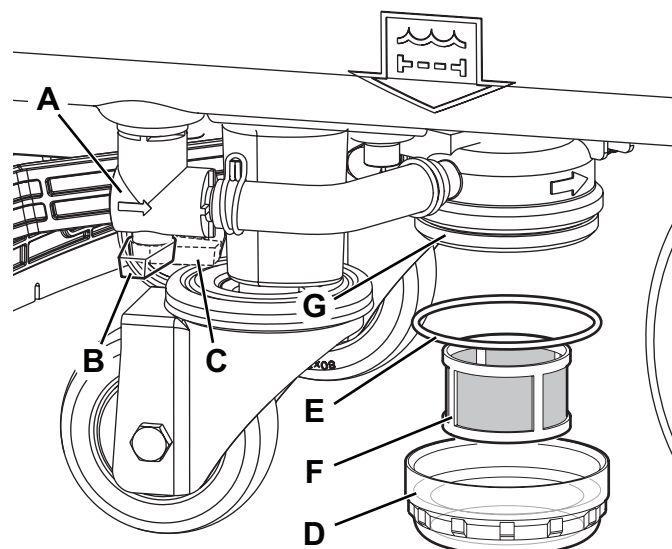

Рис. 9
2. Убедитесь, что машина отключена и ключ зажигания (41) извлечен (при наличии).
3. Закройте клапан бака раствора моющего средства (А, Рис. 9). Кран закрыт, когда находится в положении (В), и открыт, когда находится в положении (С).
4. Снимите прозрачную крышку (D) и уплотнитель (Е), затем снимите сетку (F) фильтра. Промойте их, а затем осторожно установите на основание фильтра (G).